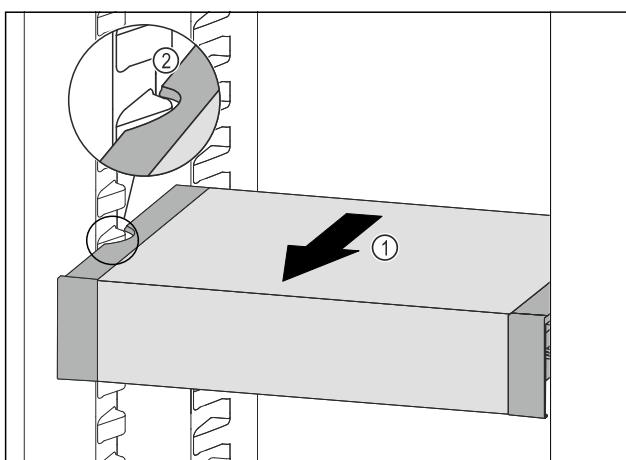

Fig. 116
- Predal VarioSafe povlecite naprej Fig. 116 (1), dokler nista stranska izreza predala VarioSafe na višini nastavka za posodo v hladilniku. Fig. 116 (2)